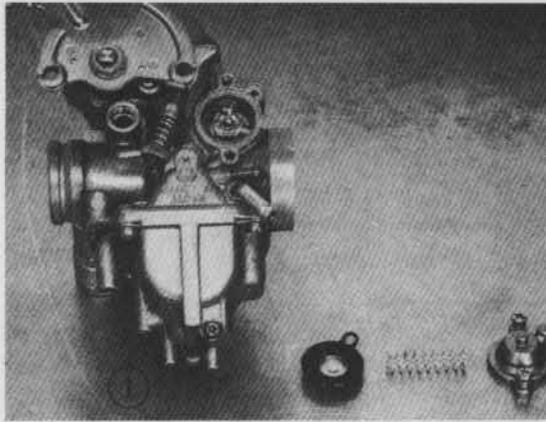

Bild 57 ▶
- Zwei Kreuzschlitzschrauben aus oberem Deckel ausdrehen, Rückholfedern aushängen, Mutter SW 14 auf Betätigungsachse und Kreuzschlitzschraube auf Welle (Bild 57) ausdrehen. Betätigungswelle herausziehen (Anzahl und Lage der Zwischenscheiben notieren) und Gelenk samt Schieberkolben entnehmen.